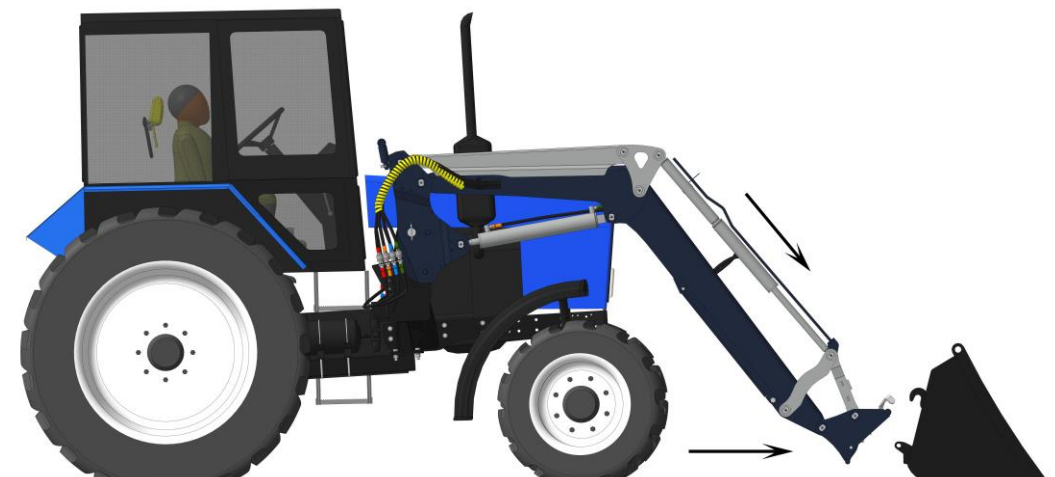

Рисунок 2.14
- развернуть подвеску, как показано на рис. 2.14;
- Снять инструмент выполнив в обратном порядке операции на рис. 2.14, 2.15.